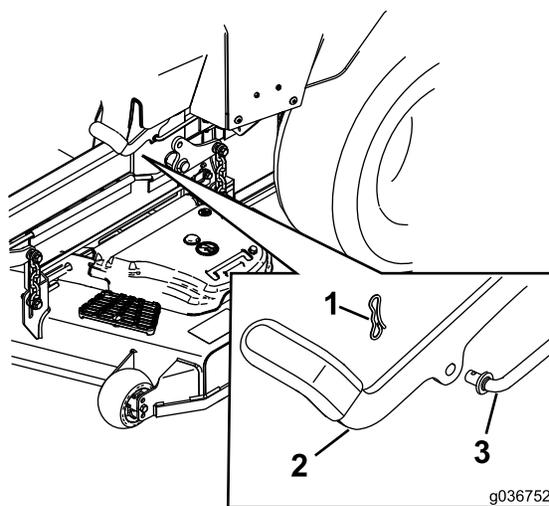

Figura 61
6. Per eventuali regolazioni, disinnestate il freno di stazionamento. Rimuovete la coppiglia dall'albero di collegamento del freno (Figura 61).